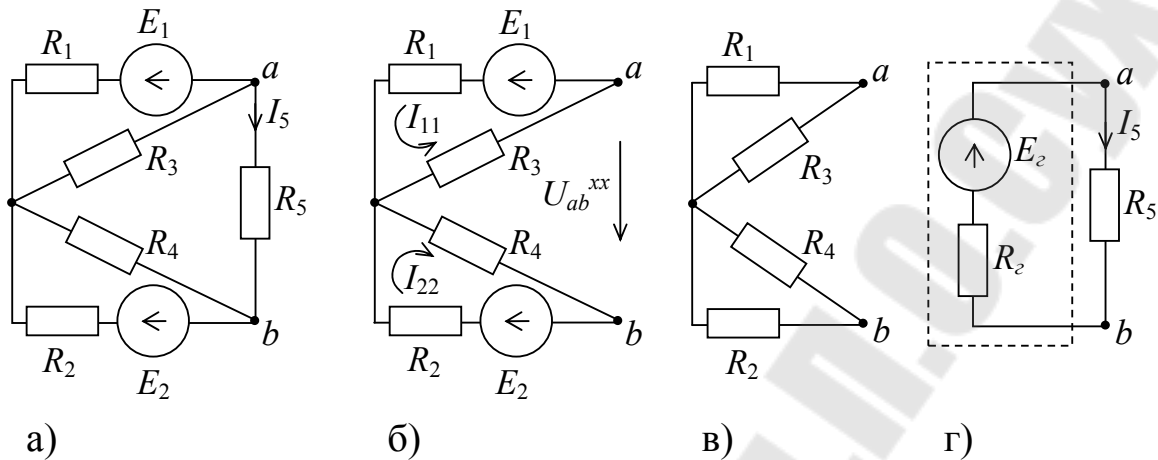

Рис. 2.5
2.3.4. Методом эквивалентного генератора найти ток в ветви R_5 цепи рис. 2.5, если $E_1 = E_2 = 20$ В; $R_1 = R_2 = 40$ Ом; $R_3 = 10$ Ом; $R_4 = 160$ Ом; $R_5 = 20$ Ом.
Зададимся направлением тока I_5 в исходной цепи рис. 2.5а и, воспользовавшись рис. 2.5б, запишем выражение для искомого тока через параметры элементов ветви R_5 и через параметры E_2 и R_2 эквивалентного генератора.
Воспользовавшись схемой рис. 2.5б, где ветвь R_5 разомкнута (режим холостого хода ветви), определим $E_2 = U_{ab}^{xx} = \varphi_a^{xx} - \varphi_b^{xx}$
Воспользовавшись схемой рис. 2.5в, где, в сравнение с рис. 2.5б, отсутствуют все источники ЭДС, определим внутреннее сопротивление R_2 эквивалентного генератора
Определяем величину тока I_5 , протекающего через резистор R_5 в исходной цепи рис. 2.5а